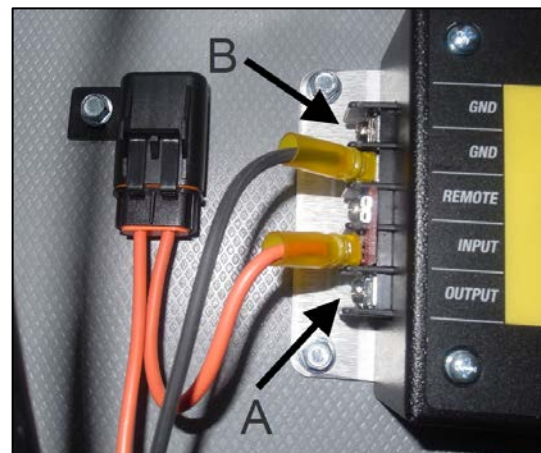

FIGURE 10
17. Vérifier le fonctionnement du convertisseur avec un voltmètre. Tourner le commutateur d'allumage à la position "ON". Utiliser la connexion "OUTPUT" pour le positif (item A, Figure 10) et la connexion GND pour la mise à la masse (item B, Figure 10). La valeur du voltage doit être autour de 13.8V.